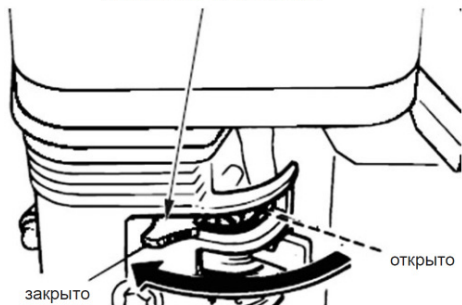

Рис.31
- Установите рычаг воздушной заслонки в положение **Закрыто** (Рис.31).
1. Откройте топливный кран, переместив рычаг топливного крана в рабочее положение (ON).
2. Установите рычаг воздушной заслонки в положение Закрыто (Рис.31).